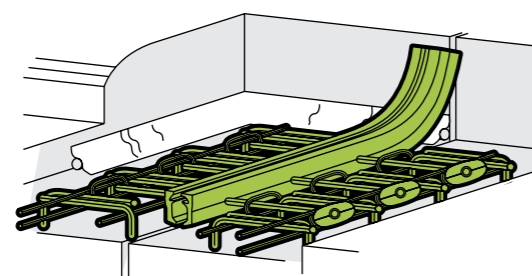
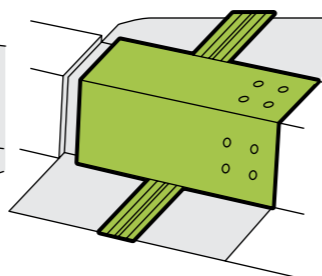

Fig. 3 : Détail du relevé de profilé.
Fig. 4 : Habillage de la bordure.
- relevés de profilé d'extrémité (*fig. 3*) + cache-bordures - *fig. 4* ;